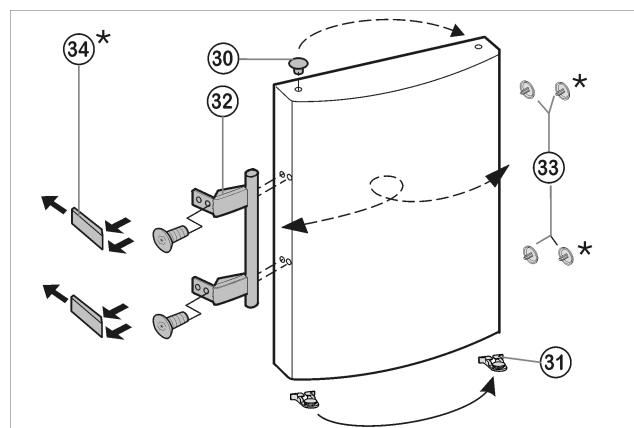

Fig. 7
- ▶ Витягніть пробки Fig. 7 (33) із втулок на дверцях і переставте їх.
- ▶ Зніміть ручку дверця Fig. 7 (32), пробки Fig. 7 (33) та пластини\* Fig. 7 (34) і переставте на протилежний бік.